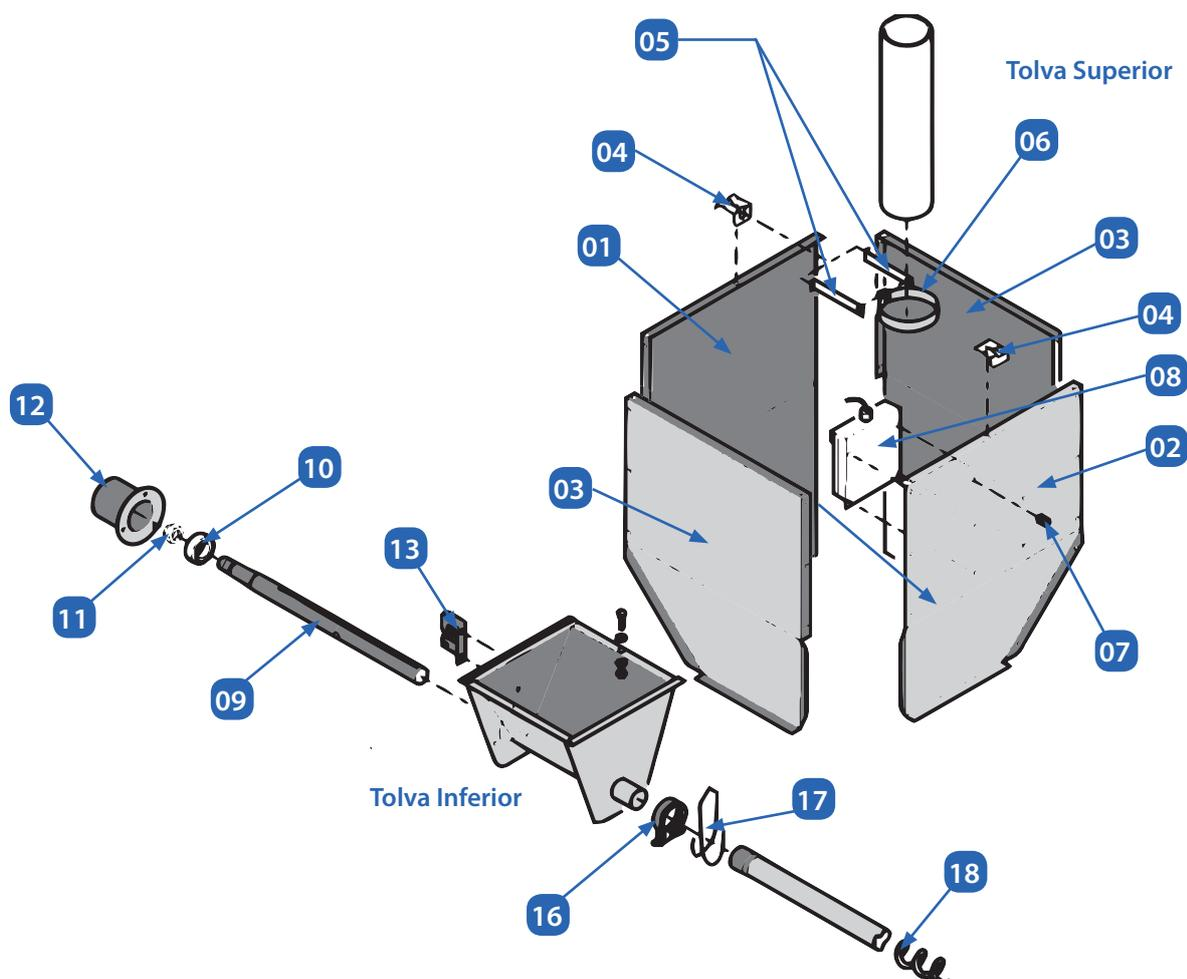
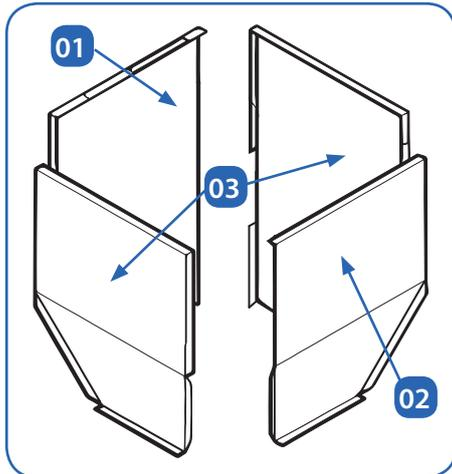

Fig. 05.01. Ensamblaje de la tolva superior y la tolva inferior.
Fig. 05.02. Ensamblaje de la tolva superior.
- Se unen las paredes de la tolva superior **01 02 03** (Fig. 05.02.) mediante los tornillos de M6 (Fig. 05.01.) con sus respectivas tuercas y arandelas facilitados con el conjunto (Fig. 05.02.).